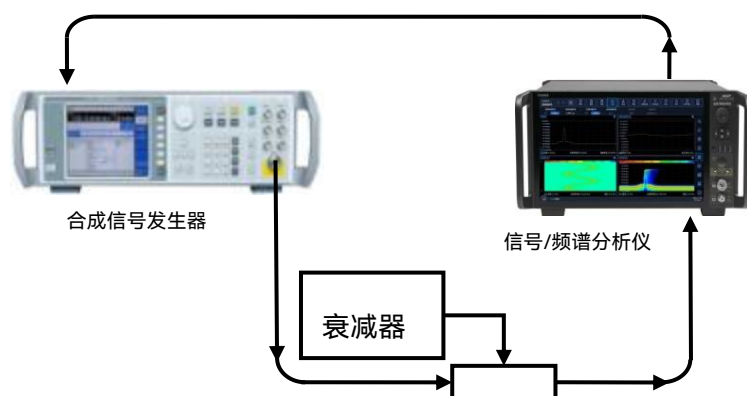

图 7.22 参考电平转换误差测试示意图
- 1) 如图 7.22 连接设备，复位 4082 并设置 4082 为信号发生器提供频率参考。标准衰减器输出连接到 4082 的射频输入 1 端口，设置信号发生器频率为 30.02MHz，输出幅度为-3dBm；
- 1) 如图 7.22 连接设备,复位 4082 并设置 4082 为信号发生器提供频率参考。标准衰减器输出连接到 4082 的射频输入 2 端口，设置信号发生器频率为 30.02MHz，输出幅度为-3dBm；
- 1) 如图 7.22 连接设备，复位 4082 并设置给信号发生器提供频率参考。设置信号发生器频率为 30.02MHz，输出幅度为 0dBm；